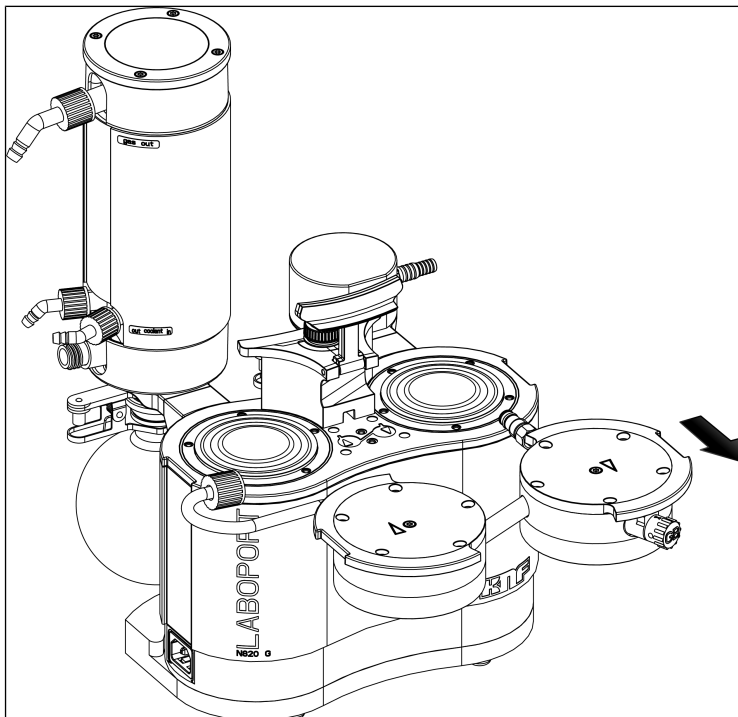

Fig.14: Démontage des têtes de pompe
3. Enlevez prudemment les têtes de pompe par le côté (voir Fig. 14).